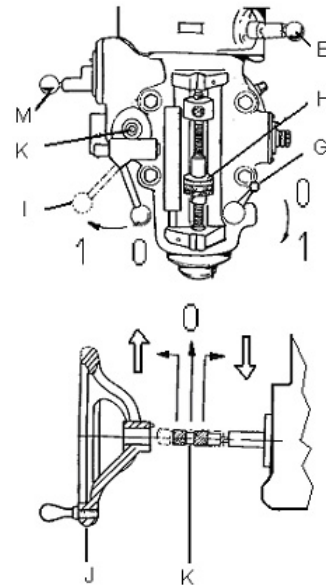

Рис.6
Маховик точной регулировки пиноли (J, рис. 6) вы можете активизировать посредством рычага (I) Вкл/Выкл подачи при сверлении.